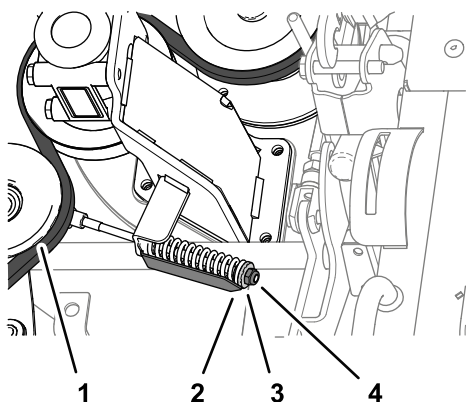

図 133
4. ベルトテンショナのプーリからベルトを外せる程度まで、ベルトテンショナのジャムナットをゆるめる 図 133。
2. ジャムナットの締めつけるテンションインジケータの矢印がワッシャの外側表面と同じになるまで締め付ける 図 133。